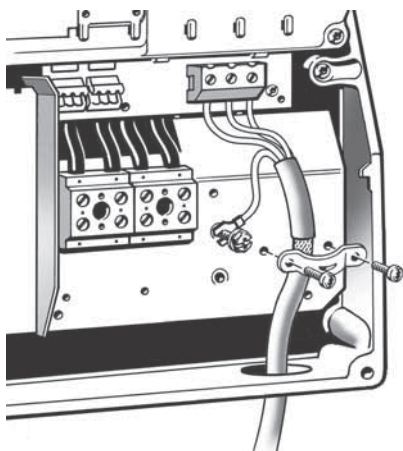

Fig. 15 Branchement moteur, B1 et B2
1. Brancher le conducteur de terre à la borne 99 (PE). Voir fig. 15.
2. Brancher les conducteurs moteur aux bornes 96 (U), 97 (V), 98 (W).